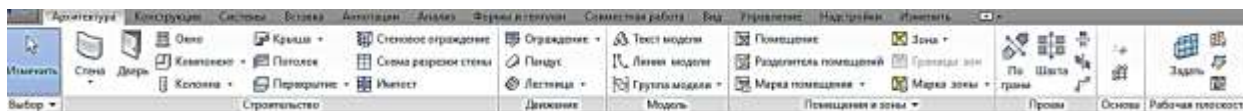

Рисунок 4.7 – Лента
**Лента** (рис. 4.7) вмещает в себя все самые важные инструменты, которые нужны для работы с этой программой. Инструментальная база удобно рассортирована по тематическим вкладкам.